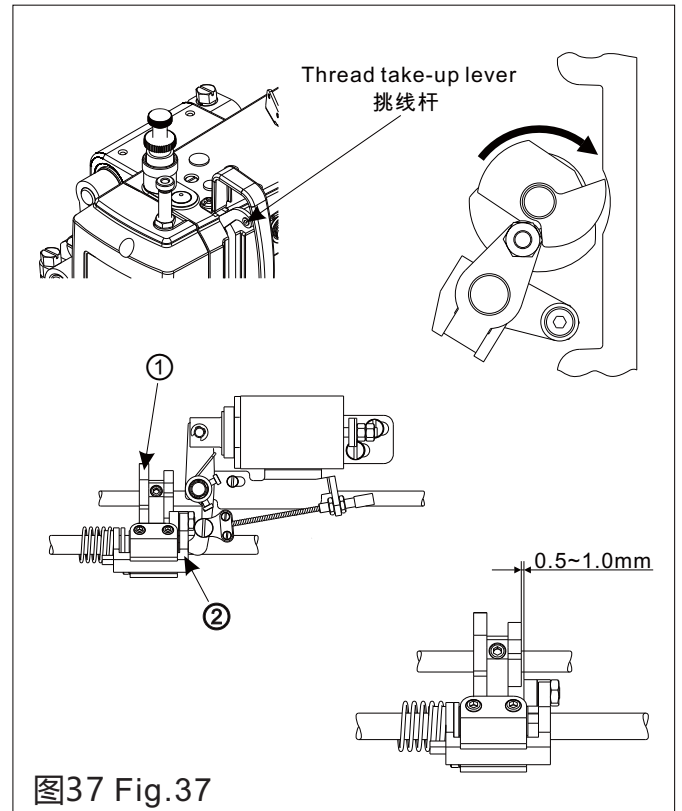

图37 Fig.37
### 5. 安装剪线凸轮 (图37)
- 2) 手动打开电磁铁，移动并旋转剪线凸轮①，直到接触凸轮曲柄②的滚柱，然后固定凸轮。
- 3) 关闭电磁铁，使凸轮曲柄②回复到原始位置，这样凸轮①与凸轮曲柄②的滚柱端面会产生0.5~1.0mm的标准间隙。
5. Installing the trimming cam(Fig.37)
6. Adjusting the knives(Fig.37)